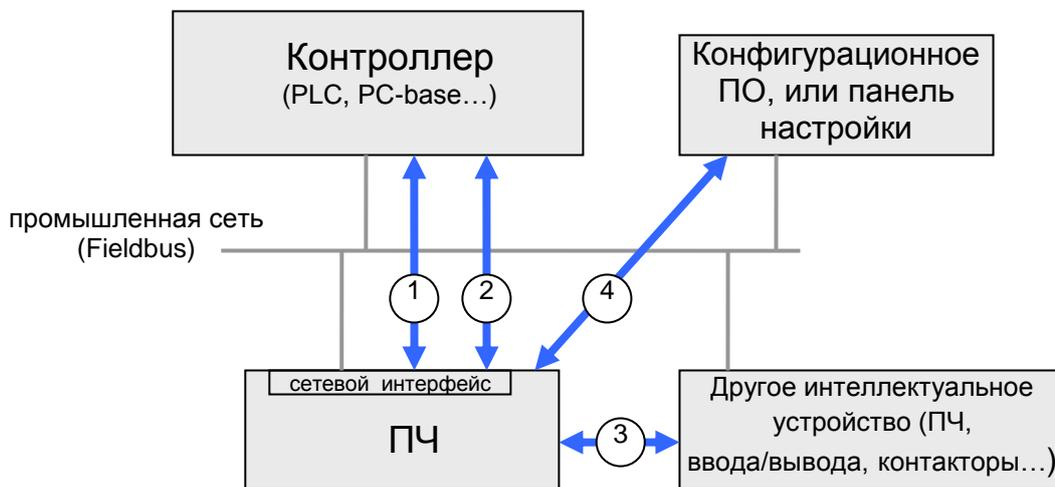

Рис.1. Использование интерфейсов промышленных сетей частотных преобразователей
1. Сетевой интерфейс в частотных преобразователях может использоваться для управления и контроля с контроллера (поз.1. рис.1), посредством обмена данными ввода/вывода (I/O Data).
2. Кроме обмена данными ввода/вывода, сетевой интерфейс дает возможность обмениваться параметрическими данными (Device Parameters) с управляющим устройством (поз.2. рис.1).
3. Сетевой интерфейс может использоваться для непосредственного обмена с другими полевыми устройствам (peer to peer device, поз.3.рис.1).
4. Сетевой интерфейс может использоваться для конфигурирования внешними утилитами или панелями настройки (местный интерфейс, поз.4.рис.1).
Задача этого методического пособия – дать элементарные понятия о организации управления частотными преобразователями с контроллера посредством сетевых интерфейсов (поз.1. рис.1)